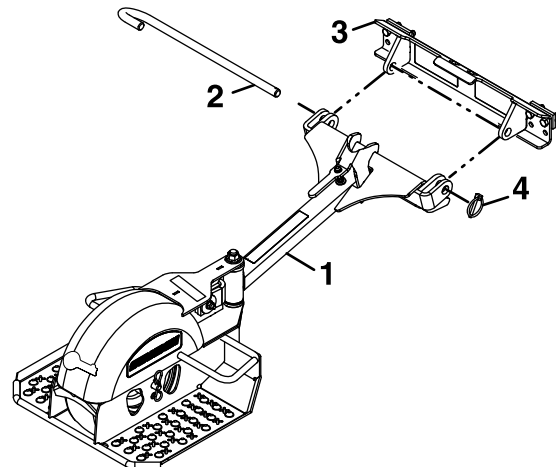

Figure 5
3. Retirez la goupille à anneau et l'axe de pivot de la plaque de montage. Alignez la barre d'attelage sur la plaque de montage, comme montré à la Figure 5.